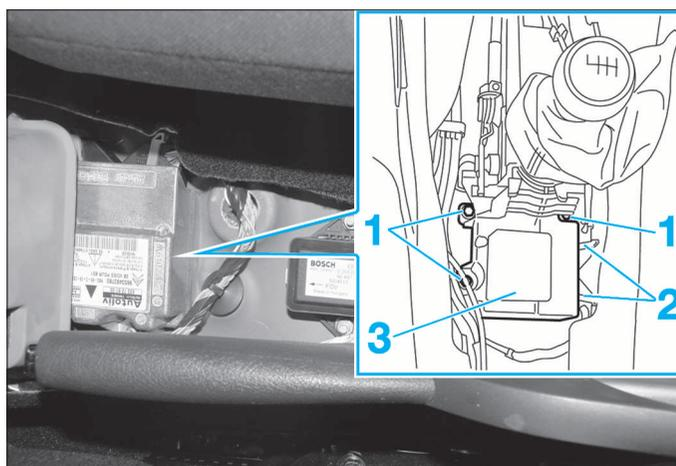

FIG. 11
- Dévisser les trois écrous de fixation (1) (Fig.11).
- Déverrouiller et débrancher les connecteurs (2).
- Déposer le boîtier de commande des airbags (3).